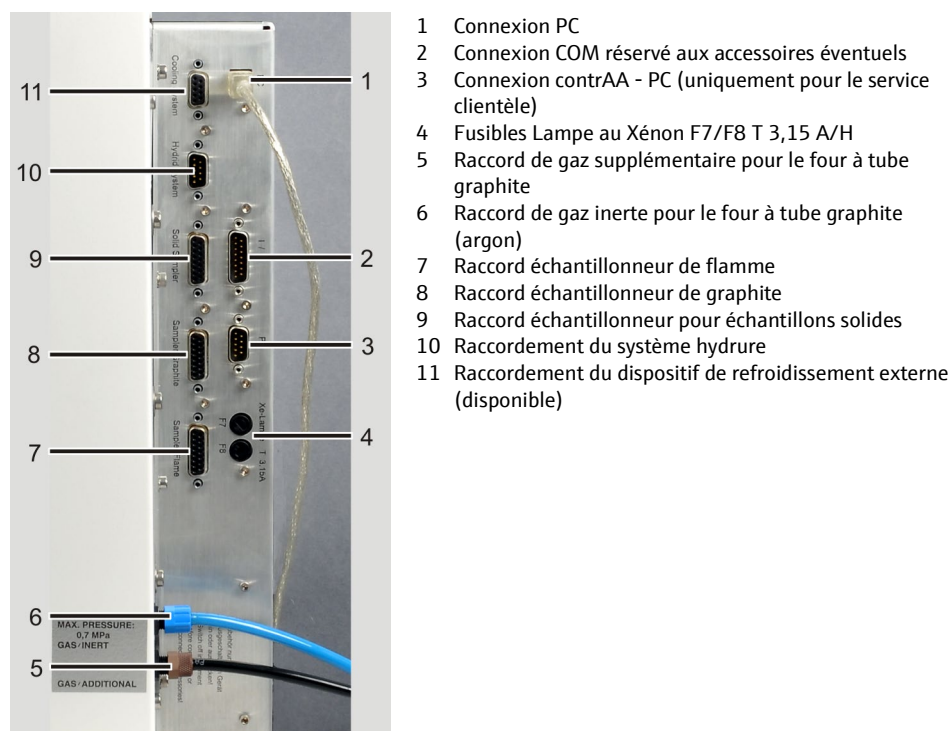

Fig. 28 Bloc de connexions contrAA 800 D et G
8. Relier le PC et le contrAA 800 à l'aide de câbles USB (1 dans Fig. 28 p.52 ou Fig. 30 p.53).